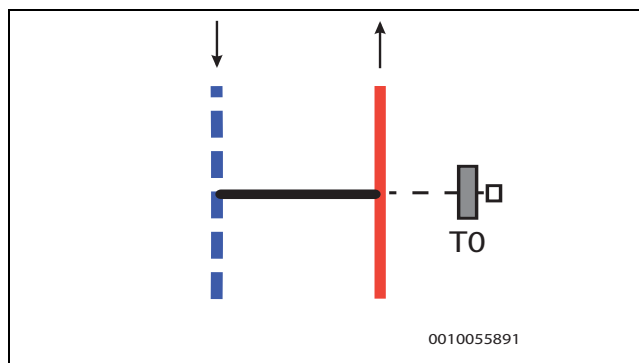

Fig. 8 Bypass in gerader Ausführung
- Der Vorlauftemperaturfühler TO ist am Vorlaufanschluss des Bypasses installiert → Abbildung 8.